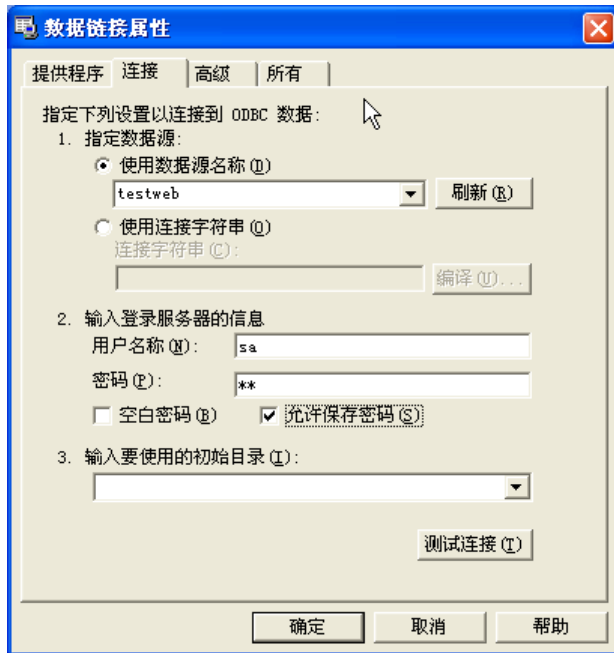

图 23.57 远程数据库的连接
2. 单击数据源标签页右上角的“浏览”按钮，会弹出“数据链接属性”对话框，在列表中显示了各种数据连接引擎，这里请选择 Microsoft OLE DB Provider for ODBC Drivers。点击“下一步”按钮，进入“连接”属性页。如下图 23.57 所示。